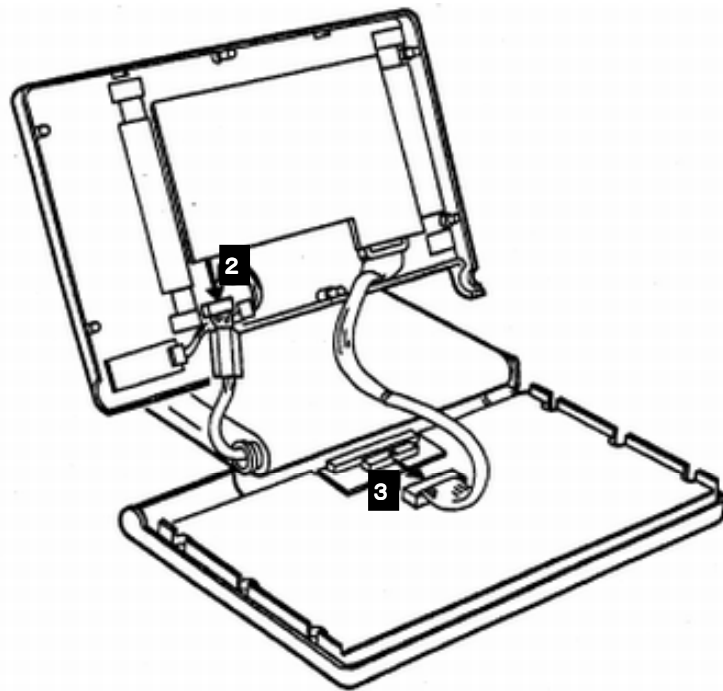

図 13. PLUキーボード/ディスプレイ その2
1. Bottom Cover ASM を図 13 のように持ち上げます。
2. PLU Display ASM から Control Card に接続されているケーブル(図 13 **2**)を取り外します。
2. Bottom Cover ASM を図 13 のように持ち上げます。
3. Control Card に接続されているケーブル(図 13 **3**)を取り外します
3. Bottom Cover ASM を図 13 のように持ち上げます。
4. Control Card に接続されているケーブル(図 13 **2**)を取り外します。
5. Matrix Unit に接続されているケーブル(図 13 **3**)を取り外します。